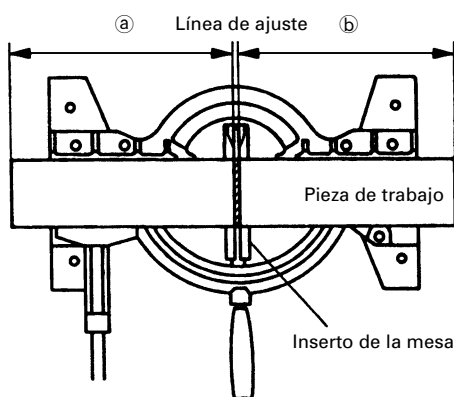

Fig. 15
- (1) Como se muestra en la Fig. 15, la anchura de la hoja de sierra es la de corte. Por lo tanto, deslice la pieza de trabajo hacia la derecha (vista desde la posición del operador) cuando desee la longitud ⑥, o hacia la izquierda cuando desee la longitud ⑤.
- (2) Cuando la hoja de sierra haya alcanzado la velocidad máxima, empuje cuidadosamente hacia abajo la empuñadura hasta que la hoja de sierra se acerque a la pieza de trabajo.
- (3) Cuando la hoja de sierra haya entrado en contacto con la pieza de trabajo, empuje gradualmente hacia abajo la empuñadura para cortar dicha pieza.
- (4) Después de haber cortado la pieza de trabajo con la profundidad deseada, desconecte la alimentación de la herramienta eléctrica y deje que la hoja de sierra se pare completamente antes de levantar la empuñadura de la pieza de trabajo para devolverla a su posición de completamente retraída.